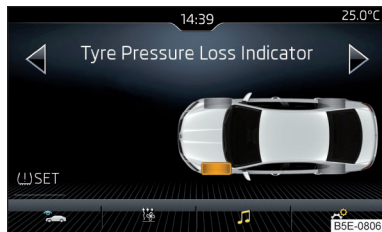

Abb. 294
- ▶ Die Funktionsfläche (U) SET antippen » Abb. 294.
Bei aufleuchtender Kontrollleuchte (U) im Kombi-Instrument kann im Infotainment der betroffene Reifen angezeigt werden » Abb. 294.